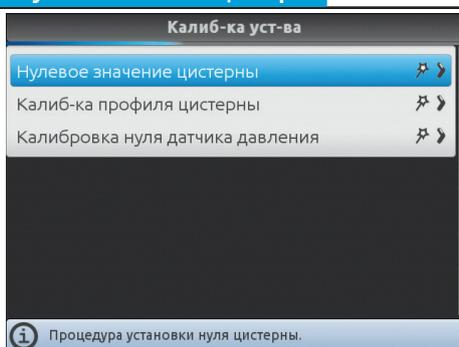

Рис. 129
- 1 Выберите пункт **Нулевое значение цистерны** (Рис. 129) и нажмите **OK**.